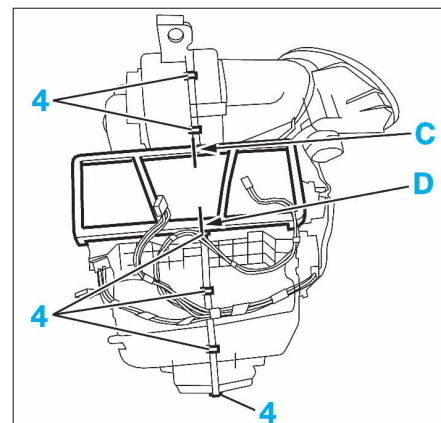
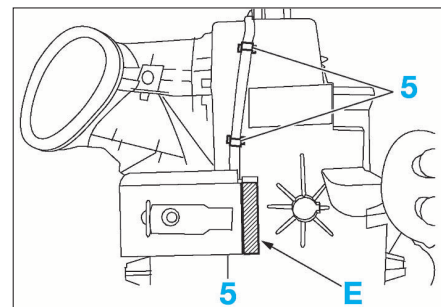
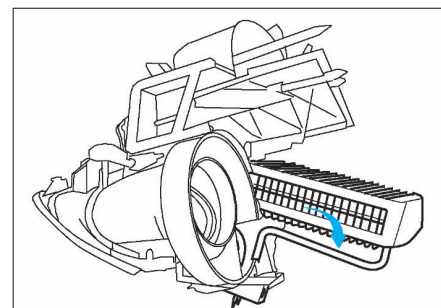

FIG. 18
FIG. 19
FIG. 20
- Couper la mousse en repère (C) et (D) (Fig.18).
- Déposer les agrafes (4) autour du bloc chauffage-climatisation.
- Décoller la mousse à l'endroit (E) (Fig.19).
- Déposer les agrafes (5).
- Faire pivoter l'évaporateur et le déposer (Fig.20).